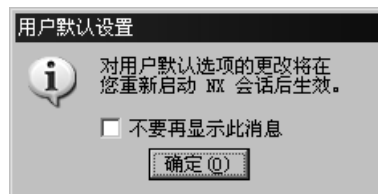

图 2.5.6 “用户默认设置”消息框
说明：此时系统可能弹出图 2.5.6 所示的“用户默认设置”消息框，单击 **确定 (Y)** 按钮，关闭此消息框。